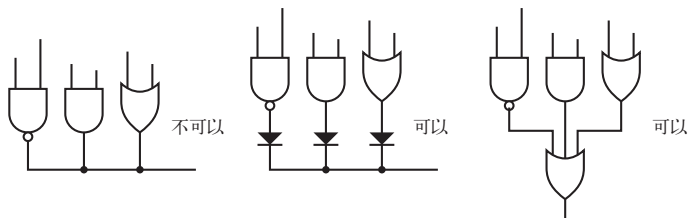

图 4-78 一个逻辑门的输出不应该被馈送到另一个逻辑门的输出。可以使用二极管来对它们进行隔离，或者用另一个门来对它们进行连接
- ❑ 永远不要将两个或多个逻辑门的输出连接在一起。如果它们必须共享一条共同的输出线的话，请使用二极管来对它们进行彼此隔离。具体见图 4-78。